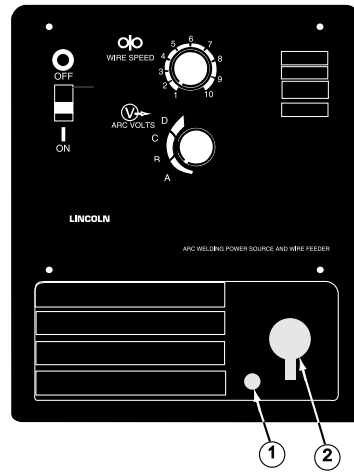

FIGURE 1
1. Ouvrir la porte du dévidoir sur le côté droit de la Weld-Pak 100HD et se reporter à la figure 1 à la page suivante.
2. Faire passer l'extrémité du câble de retour portant la cosse à oeillet le plus petit dans le trou d'accès du câble de retour (1) à l'avant du boîtier.
3. Faire passer le câble sous la boîte d'engrenages du dévidoir (6) et autour de celle-ci.
4. **Pour l'Innershield uniquement :** À sa sortie d'usine, la Weld-Pak 100HD est connectée sur la polarité électrode négative. Pour terminer l'installation, utiliser l'écrou à oreilles fourni pour connecter la cosse du câble de retour à la borne de sortie positive (+) (5) qui se trouve au-dessus de la boîte d'engrenages du dévidoir (6). S'assurer que les deux écrous à oreilles sont bien serrés.
1. Refer to Figure 1. Unplug the machine or turn power switch to the off "O" position.
2. Pass the insulated terminals of the gun trigger control leads, one at a time, through the Gun Cable and Control Lead Access Slot (2) in the case front. The leads are to be routed under the Wire Feed Gearbox (6) and through the Cable Hanger (7) on the inner panel.
3. Insert the connector on the gun conductor cable through the Gun Cable Access Hole (2) in the Weld-Pak 100HD case front. Make sure the connector is all the way in the brass connector block. Unscrew Thumbscrew (8) on the connector block a few turns if gun connector will not insert fully. Rotate the connector so control leads are on the underside and tighten the Thumbscrew (8) in the connector block.
4. Connect the gun trigger control lead terminals to the two insulated 1/4" (6,4 mm) tab terminal connector bushings located above the "Gun Trigger Connection" decal in the wire feed section (4). Either lead can go to either connector. Form the leads so that they are as close as possible to the inside panel.